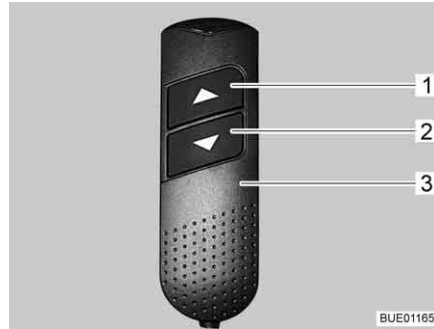

Bild 115 Handbedienteil
- Am Handbedienteil (Bild 115,3) Taste "▼" (Bild 115,2) drücken und gedrückt halten. Das Fußteil wird eingezogen. Die Kopfteile werden angehoben.
- Am Handbedienteil (Bild 115,3) die Taste "▲" (Bild 115,1) drücken und gedrückt halten. Das Fußteil wird ausgefahren. Die Kopfteile werden abgesenkt.
- Am Handbedienteil (Bild 115,3) die Tasten "▼" (Bild 115,2) bzw. "▲" (Bild 115,1) so lange drücken, bis die gewünschte Position erreicht ist.